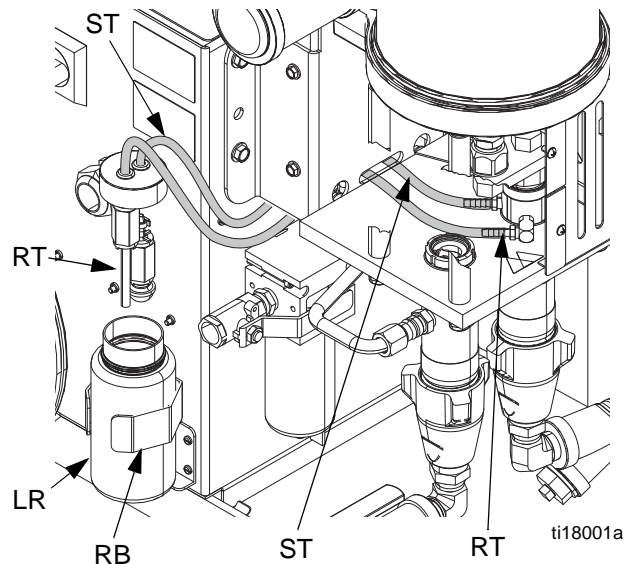

ABB.13. Pumpenschmiersystem
2. Den Schmiermittelbehälter (LR) aus der Halterung (RB) heben und von der Kappe abnehmen. Die Kappe über einen geeigneten Behälter halten, das Rückschlagventil entfernen und das Schmiermittel ablaufen lassen. Das Rückschlagventil wieder am Einlassschlauch (ST) befestigen. Siehe ABB.13.